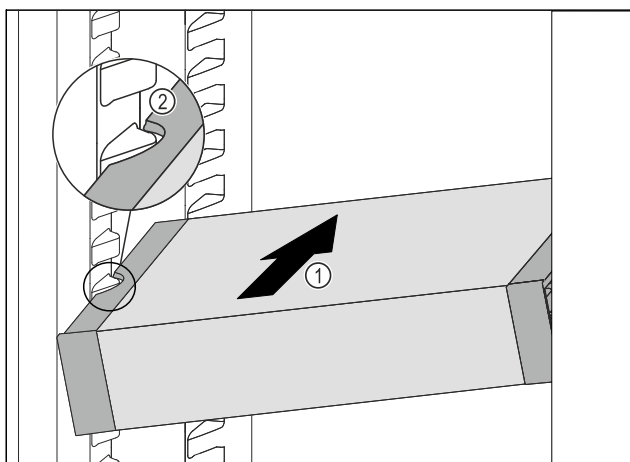

Fig. 99
- Zasuňte VarioSafe do chladničky pod úhlem tak Fig. 99 (1), aby vybrání na bocích Fig. 99 (2) VarioSafe byla na úrovni žebrování na nádoby v chladničce.